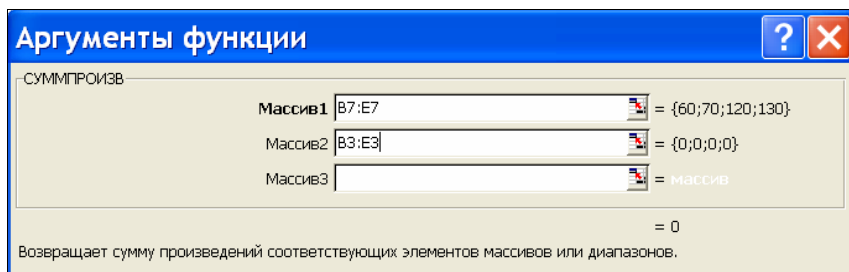

Рис. 41. Задание параметров функции **СУММПРОИЗВ**
- щелкнуть по кнопке **ОК**, на экране появится диалоговое окно для ввода аргументов функции (рис. 41);